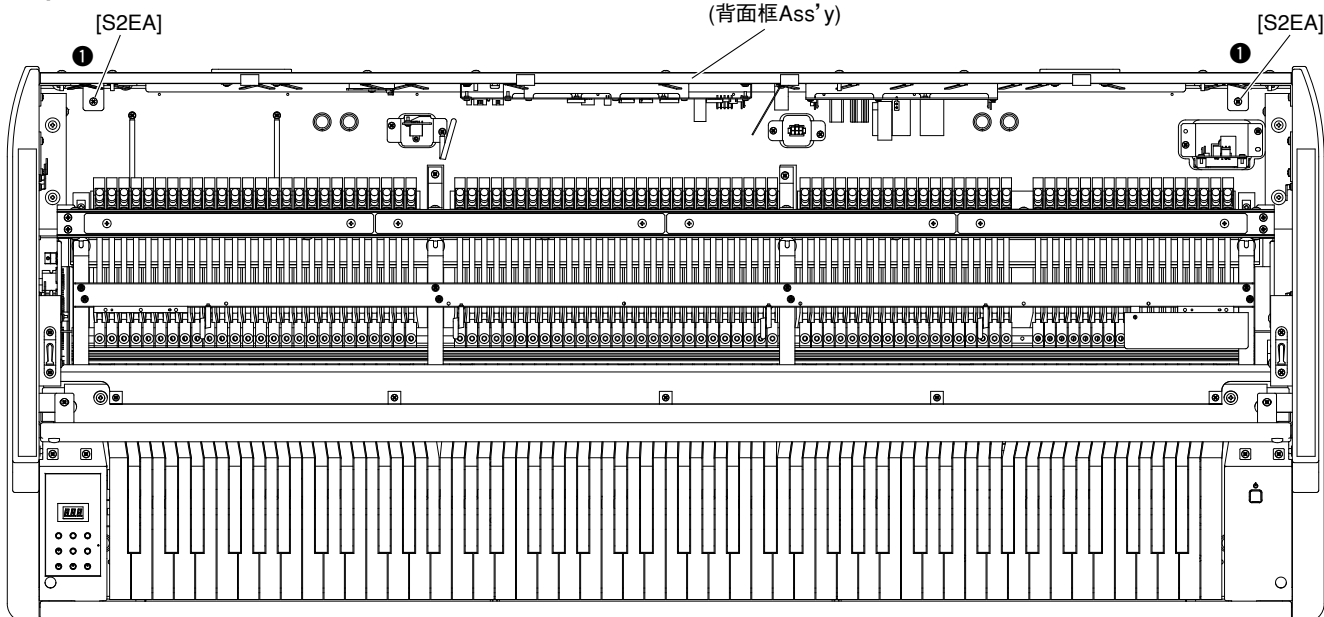

Fig. 6 (図 6)
- 6-3. Remove the seven (7) screws marked [S24A] and two (2) screws marked [S2EA]. The back top rail assembly can then be removed. (Fig. 6)
* **Tighten the screws in the numerical order of ① to ③ in the figure during installation of the back top rail assembly. (Fig. 6)**
- 6-3. [S24A] のネジ 7 本と [S2EA] のネジ 2 本を外して、背面框 Ass'y を外します。(図 6)
- ※ 背面框 Ass'y を取り付けるときは、図中の数字 ① から ③ の順にネジ締めをしてください。(図 6)